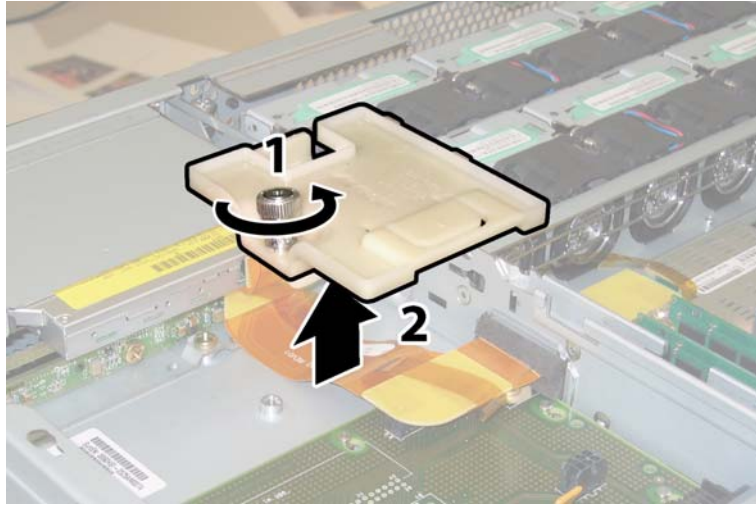

図 3-49 フレックスケーブルリテーナの取り外し
11. フレックスケーブルのリテーナを固定するパネ式のチョウネジを緩め、このリテーナをシャーシから取り外します。図 3-49 を参照してください。